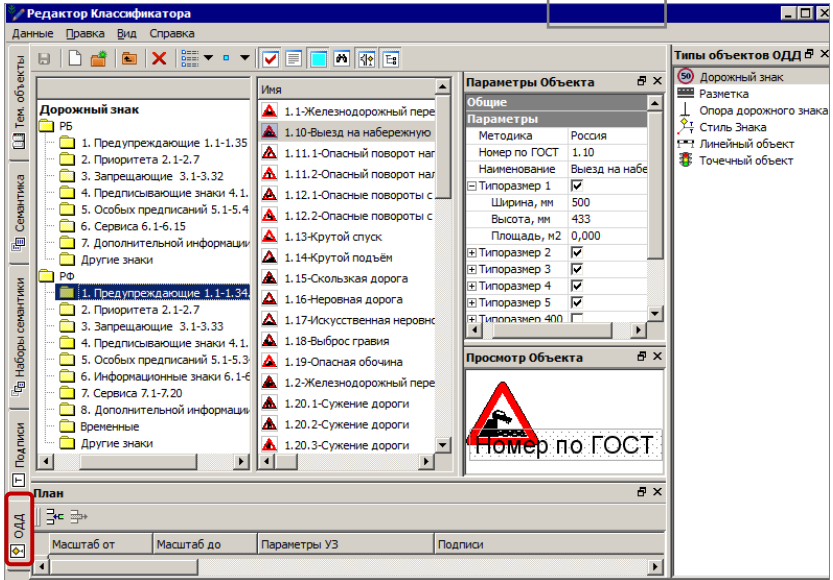

Рис. 28.4
размещаются на отдельной вкладке редактора  ОДД (рис. 28.4).
- **Стиль** – один из объектов классификатора (ОК), добавленных в разделе  ОДД (рис. 28.4), служит для ускорения ввода данных – параметров дорожного знака.